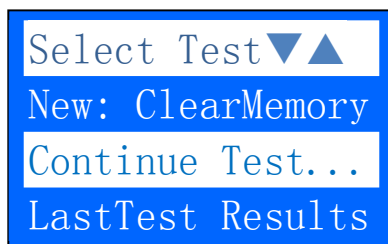

Abbildung 41
2. Verbinden Sie das Analysegerät mit den Batteripolen und es wird Ihnen folgendes angezeigt (Abb. 41):